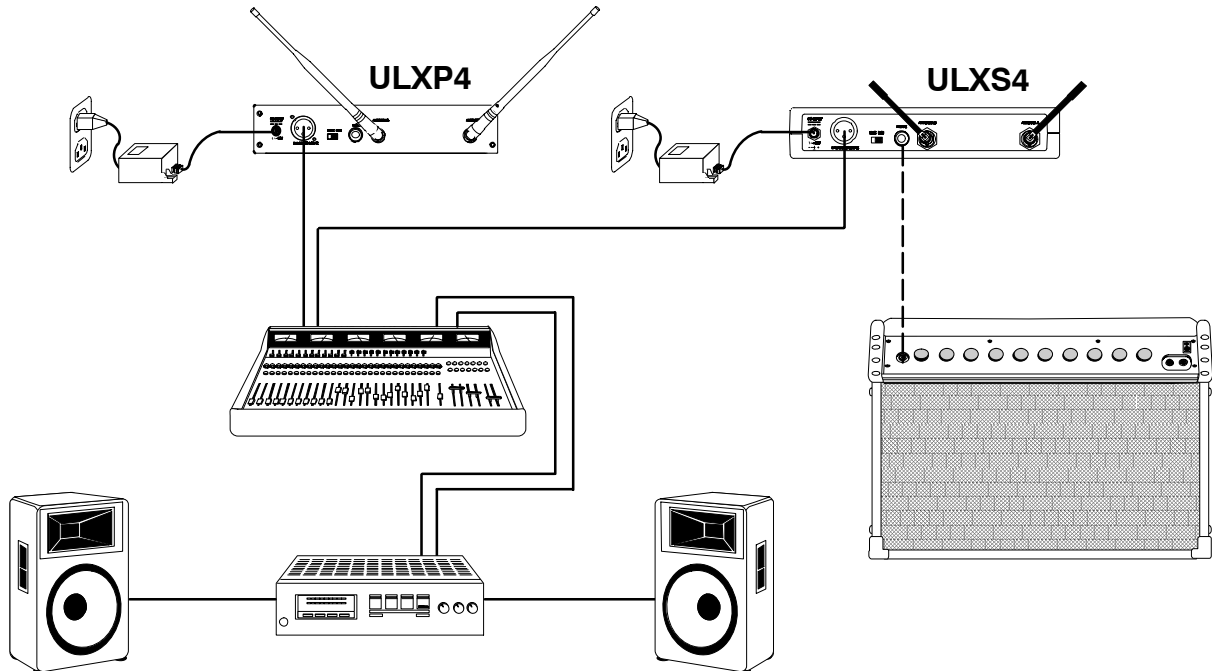

FIGURA 6
3. Conecte el o los cables de audio (no se proveen) de las salidas a las entradas de audio de su sistema de audio, consola mezcladora y/o amplificador, tal como se ilustra en la Figura 6.